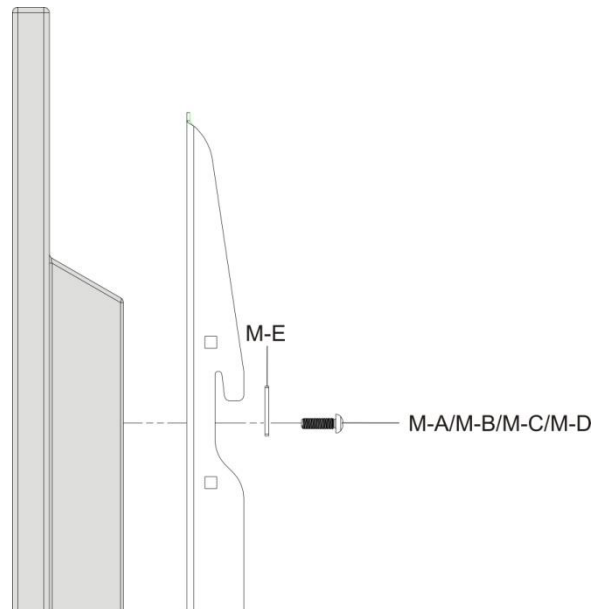

Fig. 6
- Instale los soportes adaptadores en la parte trasera de la pantalla mediante la combinación apropiada de tornillos y arandelas, como se indica en la Fig. 6
- Comience con el tornillo más corto, enrósquelo a mano a través de la arandela y del soporte adaptador y hacia el interior de la pantalla, como se indica en la Fig. 6